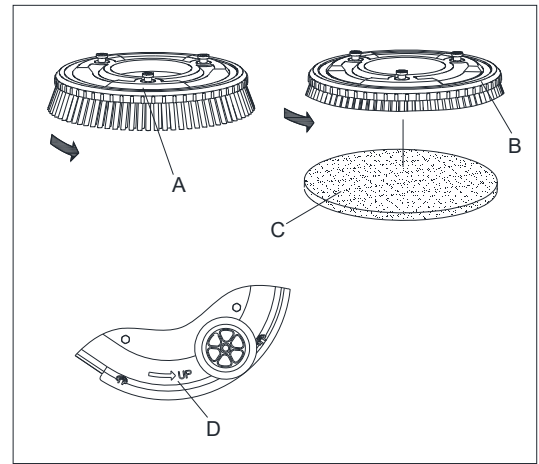

Abbildung 8
Bauen Sie die geeignete Bürste (A, Abbildung 8) oder Kissen (B und C, Abbildung 8) ein, die dem zu säuberndem Flur entspricht.
2. Setzen Sie den Bürsten-/Padhalter auf den Boden unter der Bürstenabe und richten Sie ihn in der Mitte aus. Drehen Sie dann den Bürsten-/Padhalter in die Richtung (D wie in Abbildung 8), um ihn manuell zu installieren.
3. Drücken Sie die Starttaste (38 wie in Abbildung 2) auf dem Bedienfeld, heben Sie die Bürsten (9 wie in Abbildung 2) vom Boden ab, und drücken Sie dann die Entriegelungstaste (40 wie in Abbildung 2), um die Bürsten automatisch zu lösen. Durch Drehen in die entgegengesetzte Richtung (D wie in Abbildung 8) kann der Bürsten-/Padhalter manuell auseinandergenommen werden.